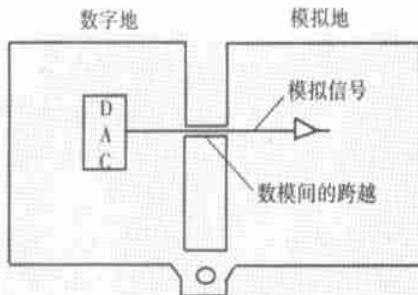

图 3 用于信号回路的数模间的跨越
(2) 连接线需要足够多的地线：每一信号需要有自己的专有的信号回路，而且信号和回路的环路面积尽可能小，也就是说信号与回路要并行。
(3) 模拟与数字电源的电源要分开：高频器件一般对数字噪音非常敏感，所以两者要分开，在电源的入口处接在一起。若信号要跨越模拟和数字两部分的话，可以在信号跨越处放置一条回路以减小环路面积。用于信号回路的数模间的跨越如图 3 所示。